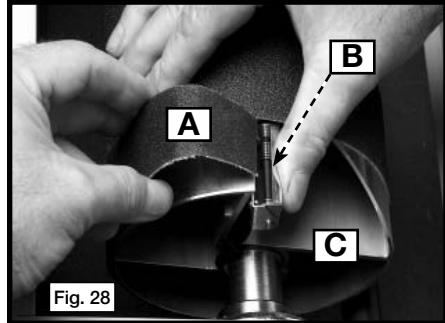

Fig. 28
2. Presione las pinzas de resorte (B) Fig. 28 juntas y retire un extremo de la banda de lijado (A).